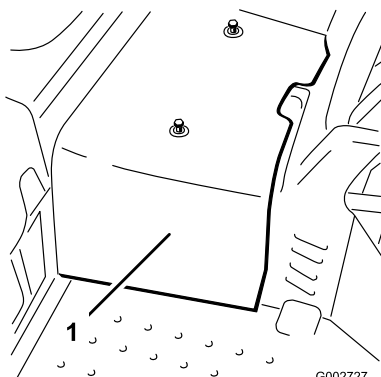

図 42
2. センターシュラウドを機体に止め付けているねじ2本を外してシュラウドを機体から取り外す 図 42。